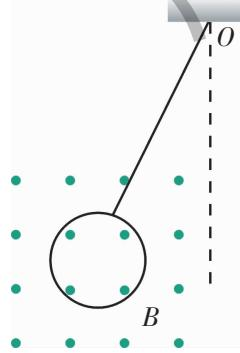

图 1-7-7
2. 如图 1-7-7 所示，用丝线把闭合金属环悬挂于点 O，图中虚线的左边有匀强磁场，右边则没有磁场，金属环的摆动会很快停下来。试解释这一现象。若整个空间都有向外的匀强磁场，还会有这种现象吗？